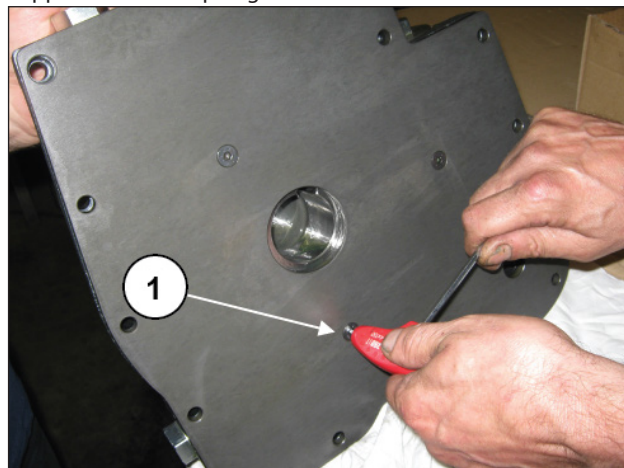

Fig. 153
Assemblare la piastra posteriore corpo pompa olio serrando le tre viti M6 (pos. ①, Fig. 153) con chiave dinamometrica alla coppia indicata nel paragrafo 3.